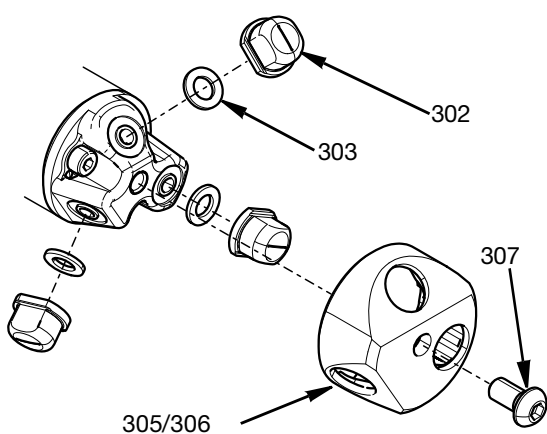

FIG. 9
- a. Quite la tapa de las boquillas (305/306) con las boquillas acopladas (302) quitando el tornillo de cabeza redondeada M6 (307).
- b. Entonces, puede desmontarse la empaquetadura de la boquilla (303). Consulte la FIG. 9.